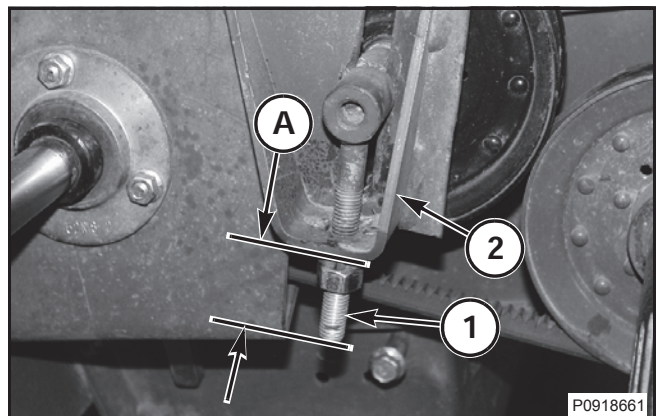

FIG. 23
FIG. 23: Correa Nueva: Ajuste la correa principal de accionamiento hasta que haya un espaciado de 44,0 mm (1.73 pulg.) (A) entre la extremidad del tornillo (1) y el refuerzo del tensor (2).